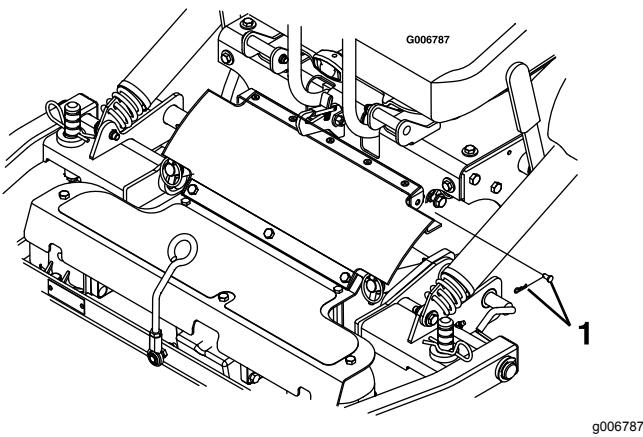

Figura 11
- Retire los pasadores de horquilla y las chavetas de ambos lados del protector de la TDF (Figura 11).